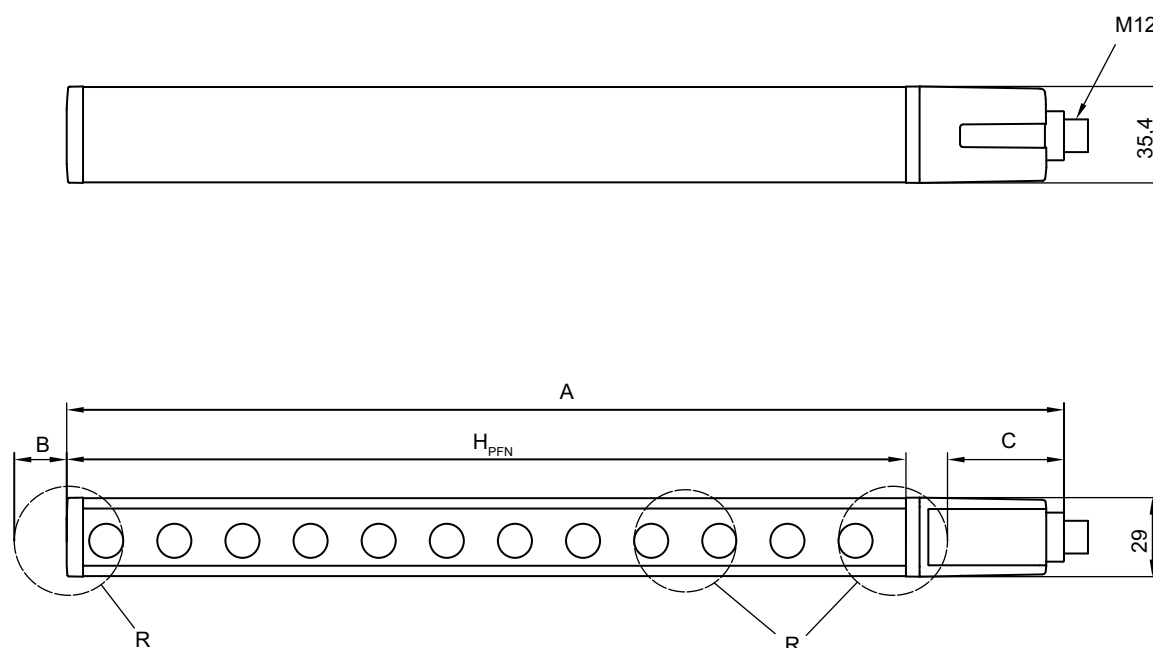

Figura 14.1: Dimensioni trasmettitore e ricevitore
Dimensioni	vedi figura 14.1 e vedi tabella 14.8
b) Altezza complessiva, vedi figura 14.1